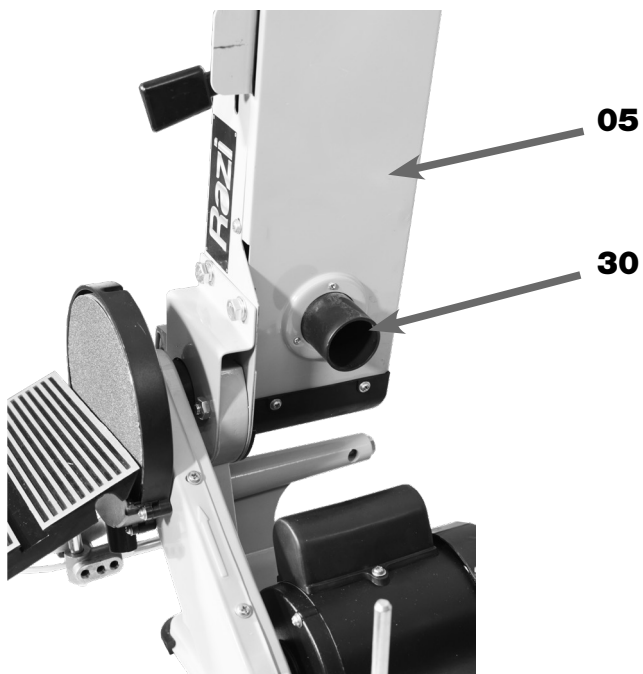

FIGURA 10 – Tubo de Saída para instalação do Coletor de Pó da Lixa de Fita
O segundo ponto, se localiza na parte inferior da Mesa da Lixa de Fita (05) pelo Coletor de Pó da Lixa de Fita (30) (figura 10).